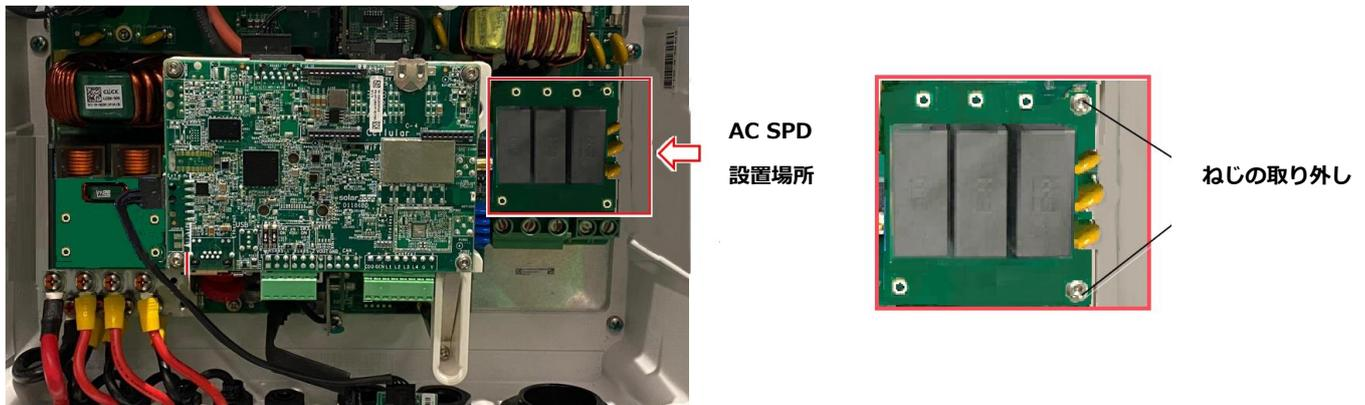

図2: AC SPD設置場所
1. パワーコンディショナの本体でAC SPDの設置場所を確認してください (図2参照)。
2. 図2で示された2個のねじを取り外してください。